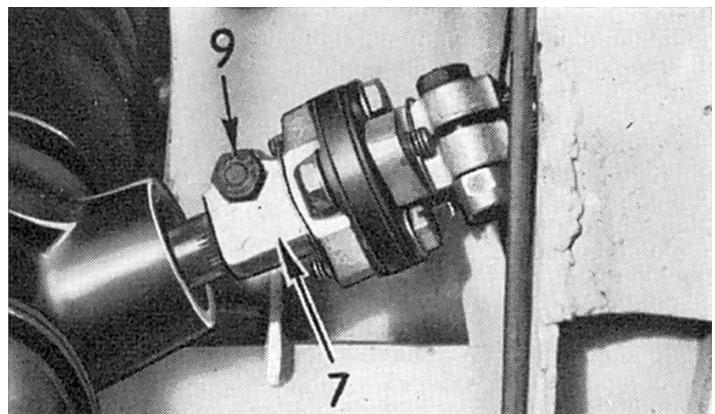

Fig. 22. Accouplement inférieur de la colonne de direction
1. Enlever le boulon (9) de l'accouplement de la colonne de direction (7, Fig. 22).